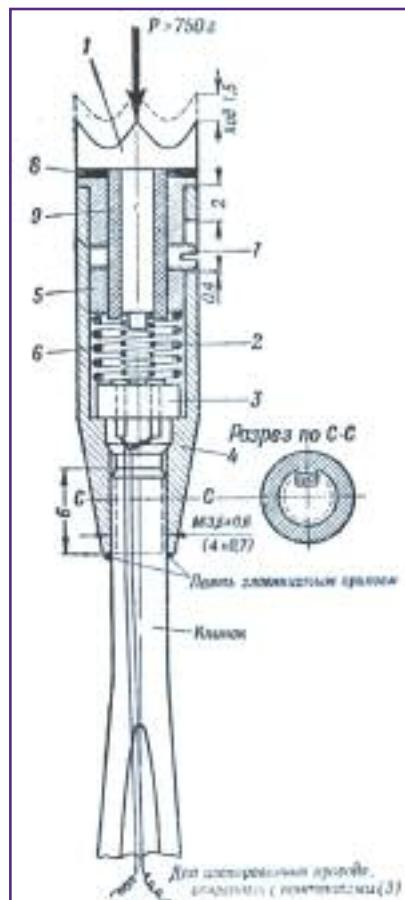

Рис. 29. Контактный наконечник
Контактный наконечник для шпаг, применяемых при электроаппаратах, автоматически не фиксирующих уколы в гарду, состоит из корпуса, подвижной части и контактов (рис. 29).
Корпус наконечника (4 – см. рис. 29) вытачивается на малогабаритном токарном станке из качественной конструкционной стали с повышенным содержанием углерода (С35-С50) или из инструментальной стали (У7-У8). Для повышения прочности корпус можно термически обработать (закалка со
3. Для проводки проводов в наконечник лобзиком, тонким ножовочным полотном или надфилем на конце клинка пропиливается продольный паз до верхней глубокой долы клинка (см. рис. 29, сеч. по С-С). Глубина паза должна равняться диаметру монтируемого провода и глубине резьбы на клинке, ширина – двум диаметрам провода. Если резьбы не имеется, глубину паза можно делать меньше, но все же больше толщины провода.
4. На конец клинка по всей длине резьбы навертывается корпус наконечника и для прочности припаивается к нему оловянно-свинцовыми припоями (см. рис. 29).